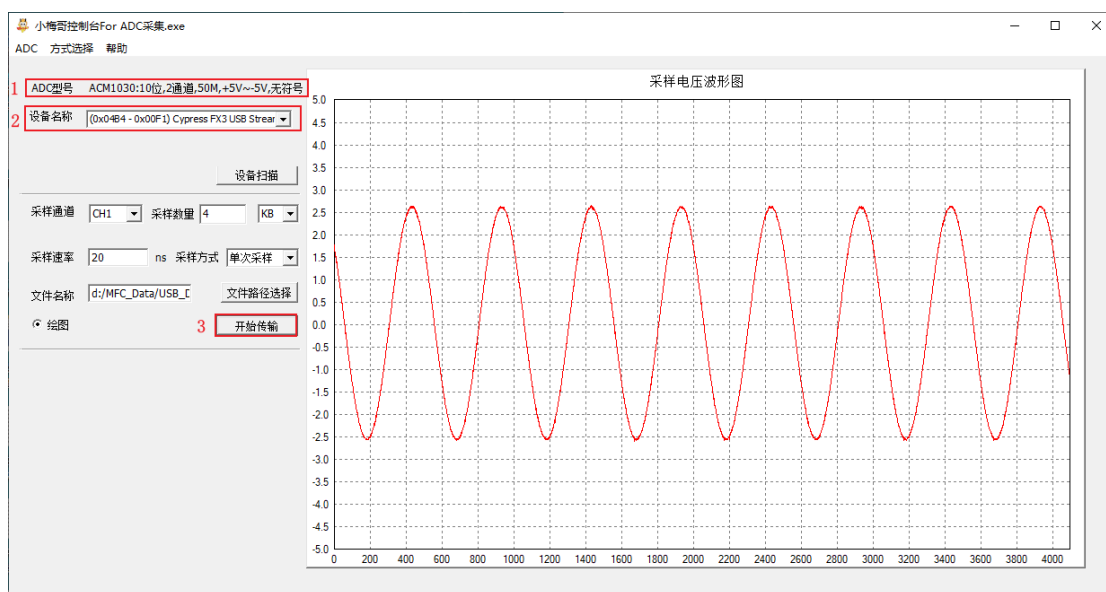

图 1-32 数据采集上位机显示图
4. 点击开始传输之后，可以看到在右边采样电压波形图界面可以直观看波形图，如下图 1-32 所示。需要注意的是波形图的横坐标对应的不是频率，而是采样数量。